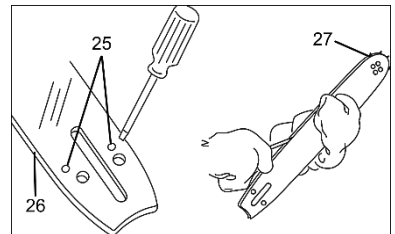

Рисунок 5
- Перевірте, щоб канал для оливи (25, рисунок 5) та направляючі на напрямній шині (26, рисунок 5) не були засмічені. При необхідності прочистіть їх.
- Перевірте, чи вільно обертається зірочка (27, рисунок 5) на вістрі напрямної шини. Якщо після виконання всіх зазначених вище заходів робота системи змащення не відновилася, слід звернутися до фірмового сервісного центру ТМ Mächtz.